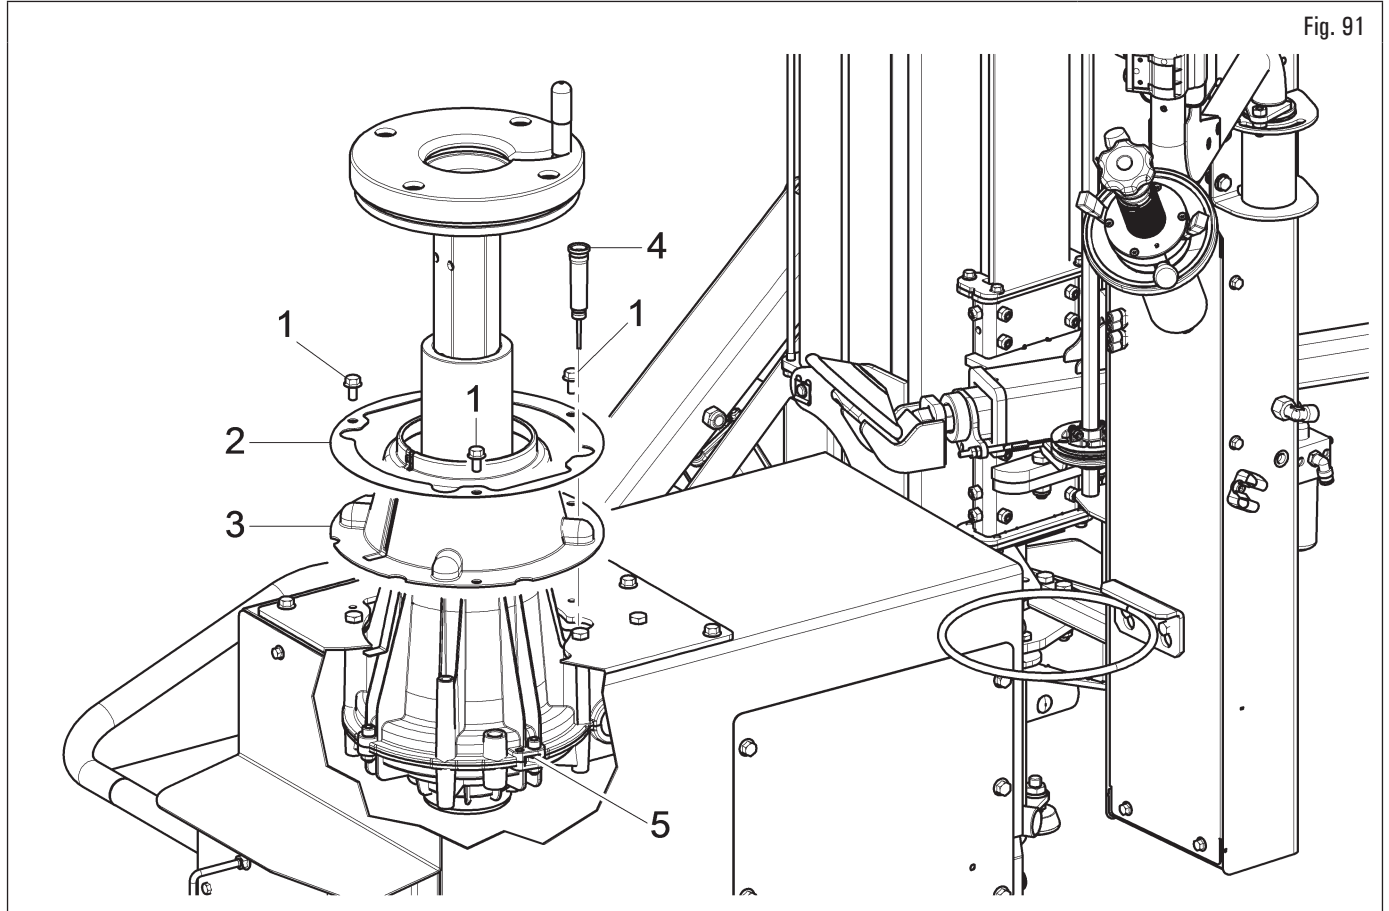

Fig. 91
- Contrôler périodiquement (au moins toutes les 100 heures de travail) le niveau du lubrifiant dans le réducteur (Fig. 91 réf. 5). Pour effectuer cette opération, dévisser les vis (Fig. 91 réf. 1), retirer la bride (Fig. 91 réf. 2), le carter (Fig. 91 réf. 3) et le bouchon (Fig. 91 réf. 4) situé sur le réducteur.